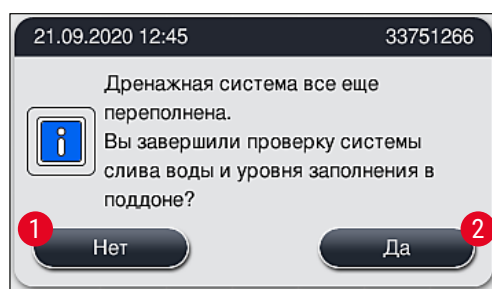

Рис. 126
2. Если по истечении 5 минут и совершении дополнительных попыток очистки засорение не устраняется, на экране появляется сообщение (→ "Рис. 126") для пользователя с указанием на то, что уровень воды по-прежнему остается высоким. Нажав **Нет** (→ "Рис. 126-1"), пользователь может продлить время ожидания еще на 5 минут, чтобы совершить новые попытки очистки. Если попытки очистки, совершенные в это дополнительное время, оказываются успешными, ситуация считается разрешенной, как описано в п. 1. Если для выполнения очистки требуется еще время, снова нажмите **Нет** (→ "Рис. 126-1"). Время ожидания может продлеваться много раз. Если несмотря на все попытки очистки устранить засорение не удастся, нажмите **Да** (→ "Рис. 126-2") для запуска управляемого процесса отмены (см. следующие разделы 3 и 4).